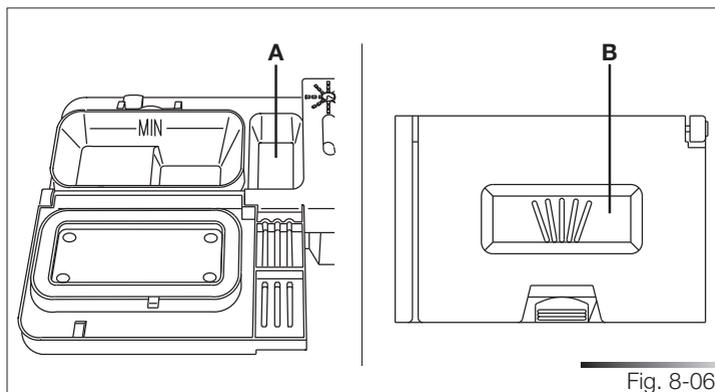

Fig. 8-06
- Cuando se selecciona un programa con prelavado caliente (véase la tabla 3-02a), se deberá introducir una cantidad adicional de detergente en la cubeta (ref. A o B fig. 8-06, según los modelos).